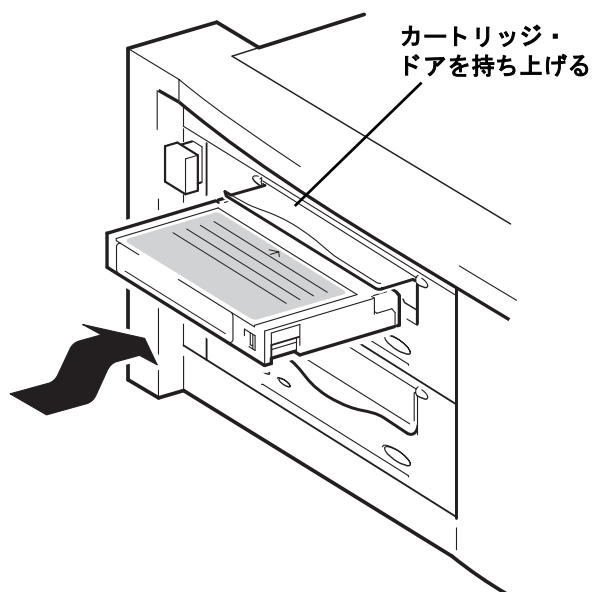

図 6a: カートリッジの装填
- 1 テープ・ドライブの前面にあるカートリッジのふたを上げ、白い矢印がついている面が上に来るようにカートリッジを持ち、ドライブの前面にあるスロットに矢印の方向に挿入します。カートリッジがロードされ始めるまで、静かに押し込みます。(図 6a を参照)。